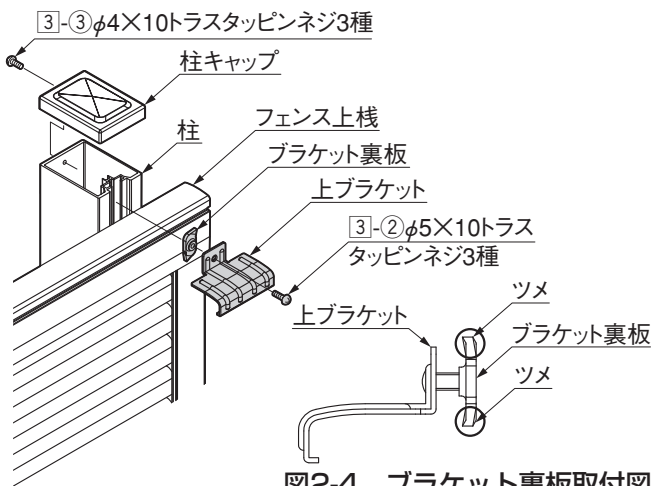

図2-4 ブラケット裏板取付図
- ブラケット裏板には表裏があります。角部にツメが立っている側を上ブラケットに向けてください。(図2-4参照)